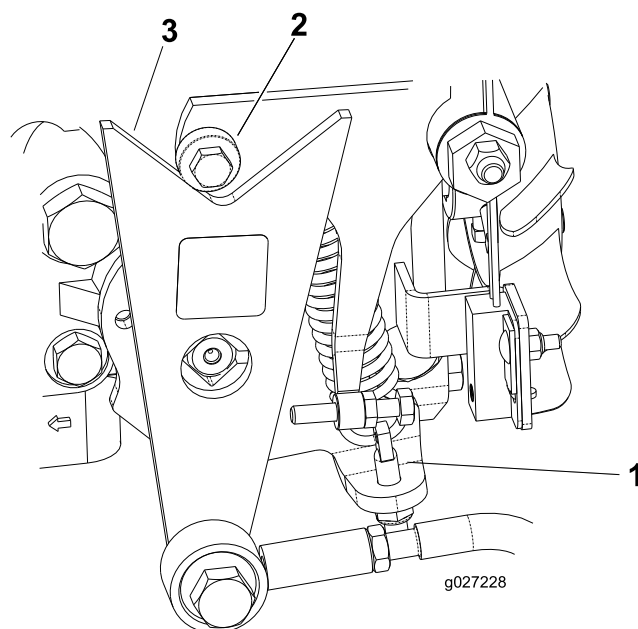

図 43
- 回転方向が正しければ、エンジンを停止し、スプリング調整ピンのロックナットの調整を行う 図 43。走行系統のニュートラル調整を行う 走行ドライブのニュートラル調整 \(ページ 32\)を参照。